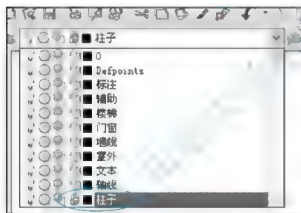

图 2.61 锁定【柱子】图层
(1) 打开当前层的下拉列表, 将【柱子】图层锁定, 即【柱子】图层被保护, 不能对其进行任何编辑, 这样就不能对其执行分解操作, 如图 2.61 所示。